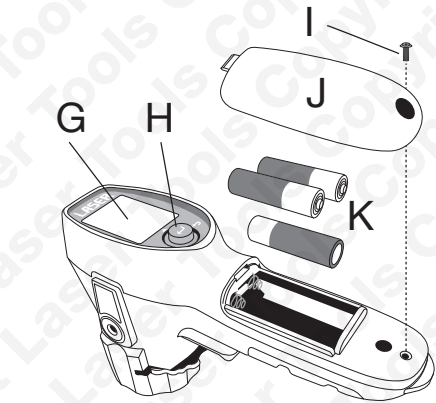

Fig. 3
- Installer les piles (se référer à la figure 3). Trois piles AA de 1,5 V sont fournies.